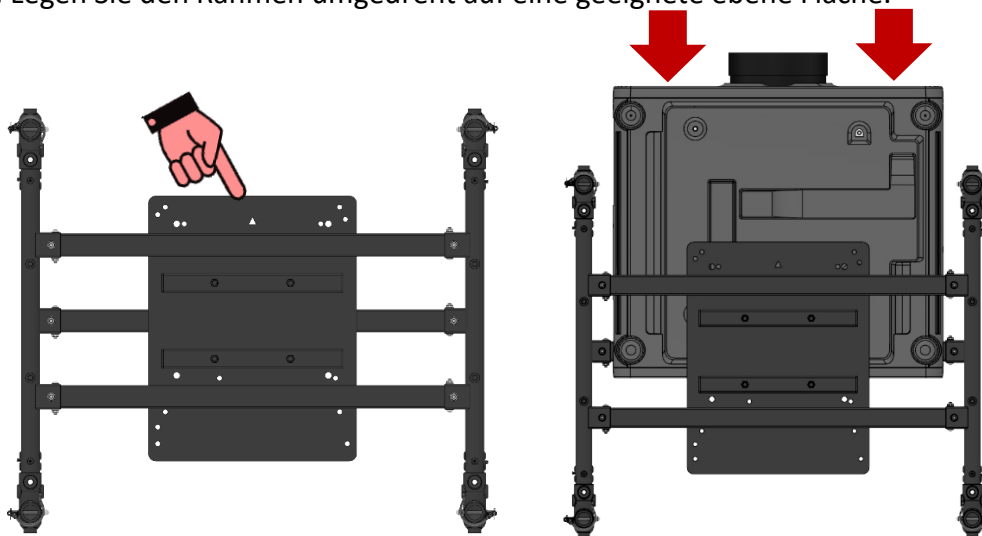

Abbildung 7 Montage des Projektors im Rahmen
**Schritt 2:** Setzen Sie den Projektor entweder von der Vorder- oder Rückseite in den Rahmen ein. Vergewissern Sie sich, dass der Projektor richtig ausgerichtet ist, damit seine Vorder- und Rückseite korrekt im Rahmen positioniert ist. Das Objektiv des Projektors muss sich an der Vorderseite des Rahmens befinden, die durch den dreieckigen Ausschnitt gekennzeichnet ist (siehe zeigende Hand in Abbildung 7).